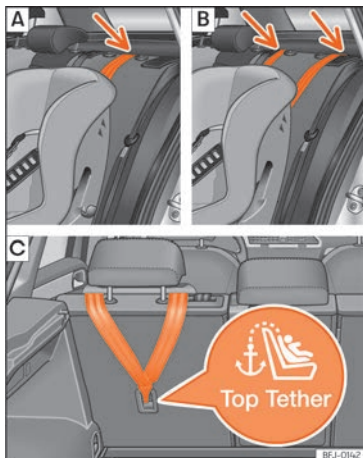
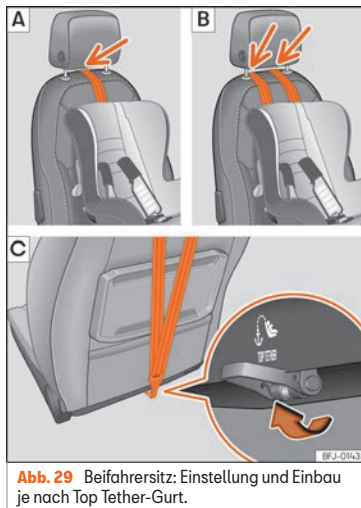

Abb. 28 Äußere Sitzplätze der zweiten Sitzreihe: Einstellung und Einbau je nach Top Tether-Gurt.
Abb. 29 Beifahrersitz: Einstellung und Einbau je nach Top Tether-Gurt.
Rücksitzlehne oder im Gepäckraumbereich) »» **Abb. 28**. Am Beifahrersitz ist die Öse im unteren Bereich der Sitzlehne angebracht »» **Abb. 29**.
- Führen Sie den Gurt unter der Kopfstütze durch (in Abhängigkeit der Gebrauchsanweisungen des Kindersitzes ggf. Kopfstütze anheben oder entfernen) » **Abb. 28** [A]/[B], » **Abb. 29** [A]/[B].
- Den Haltegurt nach hinten führen und ordnungsgemäß in die Verankerung an der Rückseite der Sitzlehne einhaken » **Abb. 28** [C], » **Abb. 29** [C].